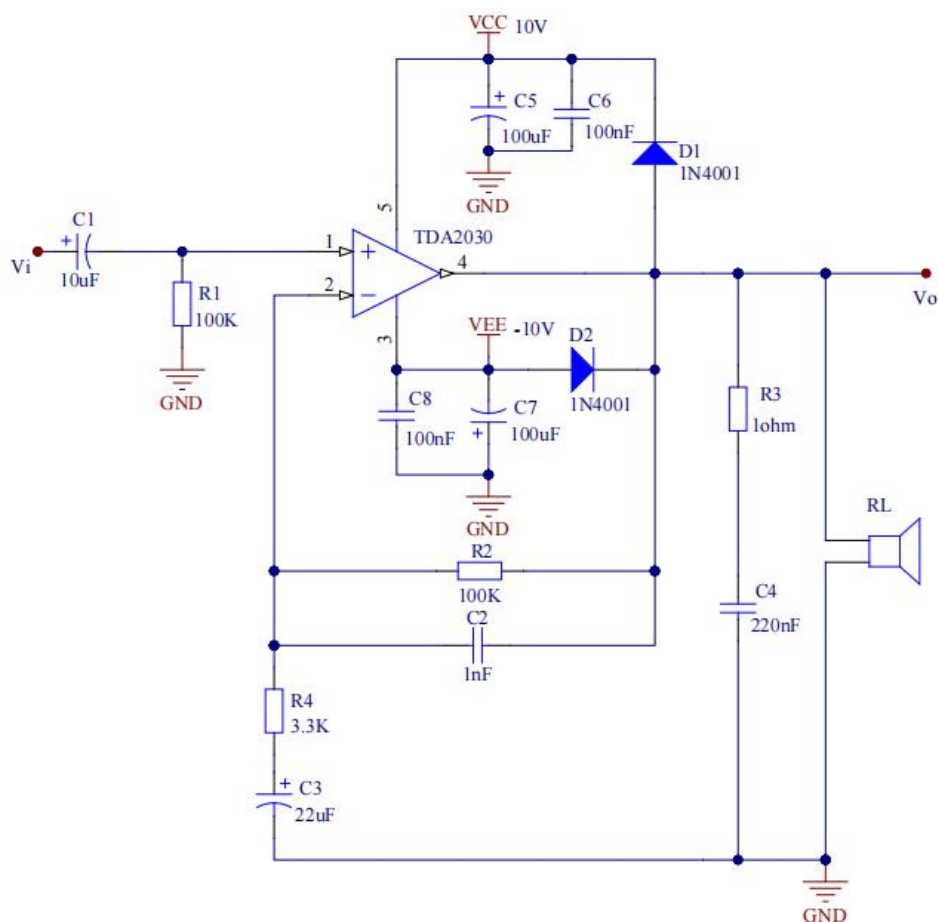
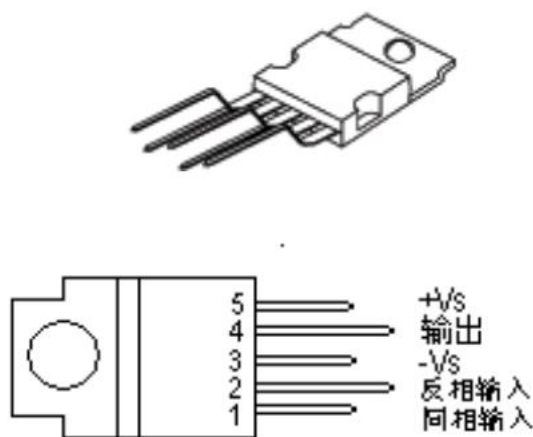

图 1. 实验电路图
图 2. TDA2030a 的引脚图
本实验由集成功率放大器 TDA2030a 组成典型的 OCL 低频功率放大电路。实验电路如图 1 所示，其外形与引脚如图 2 所示。
1) 使用面包板按照图 1 所示连接电路，实现电路功能，并将 3.5mm 音频端子接在输入端，经老师查验并成功播放音乐。（提示：在接入音乐前，空载下，先自行测试输入 1KHz、200mV_{pp} 信号时，看能否得到输出大概在 5.4V_{pp} 左右的输出信号。）
2) 焊接电路板实现图 1 所示电路功能，并成功播放音乐，录制一小段视频，电路板正反面照片各拍照一张，上传 BB 系统。